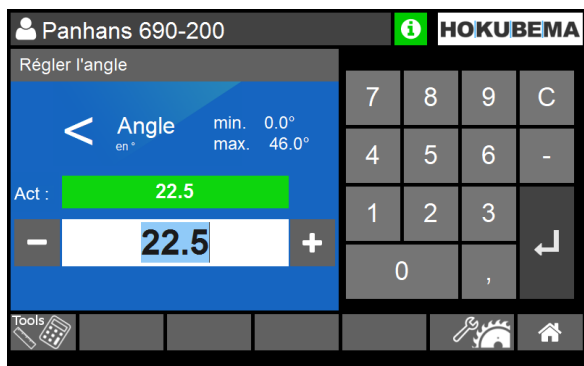

Figure 47 : régler l'angle
2. Saisir la position angulaire souhaitée en ° (⇒ Figure 47).
4. Démarrez l'opération avec le bouton de positionnement (2).
Dans le champ « **Réglage de la butée** » apparaît alors la mesure en mm à régler sur le guide télescopique. Appuyer ensuite sur le bouton  pour revenir à la fenêtre d'angle (⇒ Figure 47). L'angle de consigne saisi a alors déjà été pris en compte.
4. Dans l'écran « **Angle** », sélectionnez le bouton  (⇒ Figure 47), saisissez la valeur 0,00 et confirmez avec .